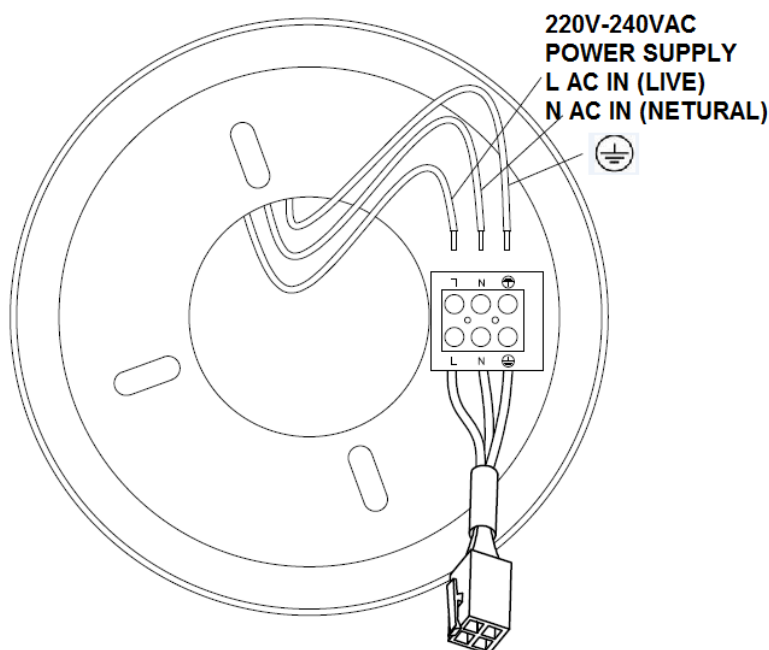

Fig. 4
- Ολοκληρώστε την ηλεκτρική συνδεσμολογία ακολουθώντας το διάγραμμα (Δείτε Figure. 4).
ΠΡΟΕΤΟΙΜΑΣΙΑ ΚΑΙ ΟΛΟΚΛΗΡΩΣΗ ΗΛΕΚΤΡΙΚΗΣ ΣΥΝΔΕΣΜΟΛΟΓΙΑΣ --- ΔΙΑΓΡΑΜΜΑ (Δείτε Fig. 4)